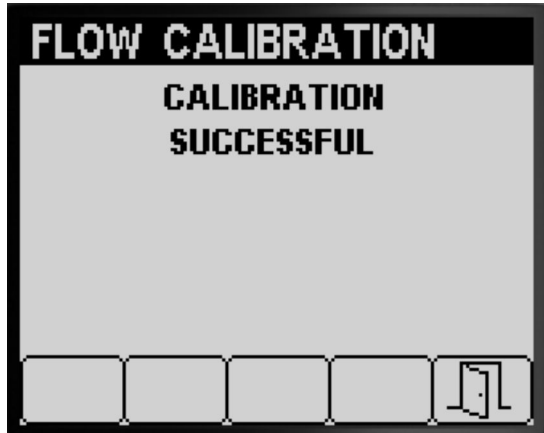
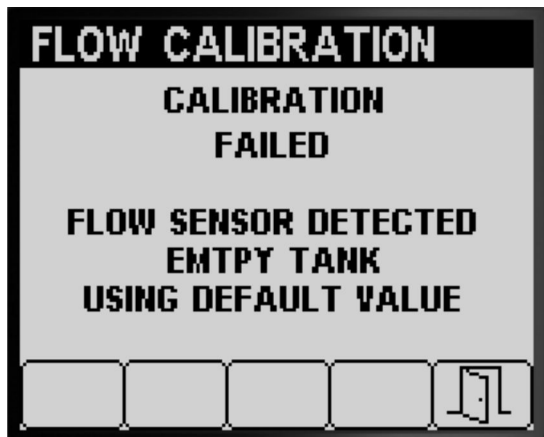
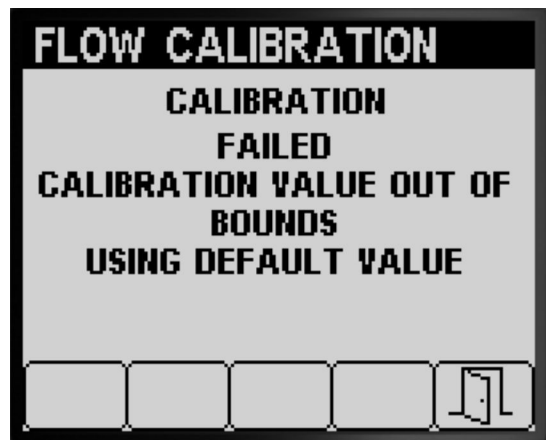

Figura 55
Figura 56
Figura 57
- Surge uma mensagem a confirmar que a calibração do fluxo foi bem-sucedida (Figura 55).
- Surge uma mensagem que indica que a calibração do fluxo falhou (Figura 56).
Se o valor da calibração estiver fora dos limites (Figura 57), contacte o seu representante de assistência autorizado Toro; caso contrário, reveja a mensagem de erro e repita os passos da calibração em Preparação do teste de recolha (página 18), Preparação do teste de recolha da secção do pulverizador (página 20) e Efetuação dos cálculos da calibração (página 21).
3. Prima o botão 5 para sair do ecrã Calibração da velocidade (Figura 55, Figura 56 e Figura 57).